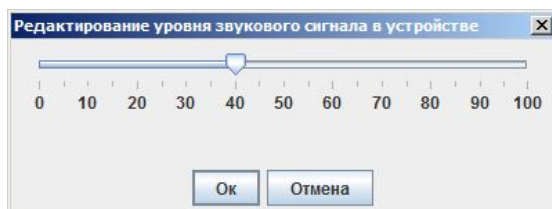

Рисунок 15 - Окно «Редактирование уровня звукового сигнала в устройстве» на примере УСП-03(04)
4.7.1.11 Параметр «Уровень звукового сигнала в устройстве, %» - относительный коэффициент уровня или высоты звука – в зависимости от реализации этой опции в СИ. Корректировка уровня звукового сигнала осуществляется в окне «Редактирование уровня звука в устройстве» (Рисунок 15). Корректировка уровня звука производится перетаскиванием указателя при помощи мышки. Установленному значению уровня соответствует условное число (в диапазоне от 0 до 100). Выбранное значение записывается в память СИ после клика на кнопке «Ок».